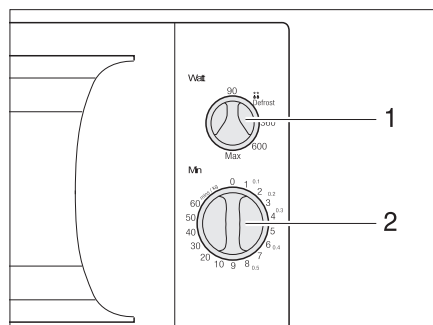

Bild 218 Bedienelemente für Mikrowellengerät
- Am Drehregler (Bild 218,1) Leistung wählen.
- Am Drehregler (Bild 218,2) Garzeit wählen. Der Garvorgang beginnt.